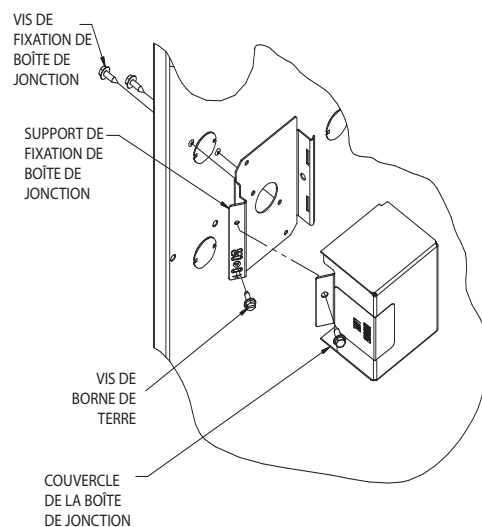

Fig. 35 – Installation d'une boîte de jonction (le cas échéant)
Le couvercle de la boîte de jonction, le support de fixation et les vis se trouvent dans le sac de pièces détachées expédié avec la chaudière. Reportez-vous à la Fig. 35 pour connaître les emplacements de montage de la boîte de jonction.
1. Posez le support de fixation de la boîte de jonction à l'intérieur du caisson de chaudière. Consultez la Fig. 35.
5. Raccordez le fil de mise à la terre du site et le fil de mise à la terre installé en usine à la vis verte de mise à la terre qui se trouve sur le support de montage de la boîte de jonction, tel qu'illustré à la Fig. 35.
7. Fixez le couvercle de la boîte de jonction de la chaudière au support de fixation à l'aide des vis fournies dans le sac de pièces détachées. Attention de ne pas pincer les fils entre le couvercle et le support de fixation. Consultez la Fig. 35.
1. Posez le support de fixation de la boîte de jonction à l'intérieur du caisson de chaudière. Consultez le Fig. 35.
4. Raccordez le fil de mise à la terre du site et le fil de mise à la terre installé en usine à la vis verte de mise à la terre qui se trouve sur le support de montage de la boîte de jonction, tel qu'illustré à la Fig. 35.